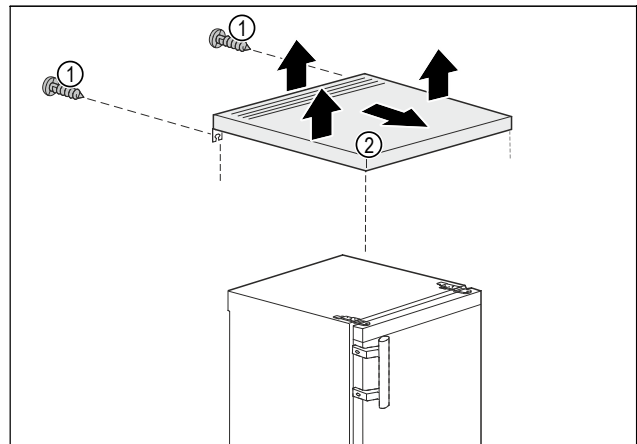

Fig. 3
- Lironi vidat Fig. 3 (1) në pjesën e pasme.
- Ngrijeni lart pllakën e sipërme Fig. 3 (2).
- Shtyjeni përpara pllakën e sipërme Fig. 3 (2).
- Hiqni pllakën e sipërme Fig. 3 (2) nga lart.
- Pllaka e sipërme Fig. 3 (2) është hequr.